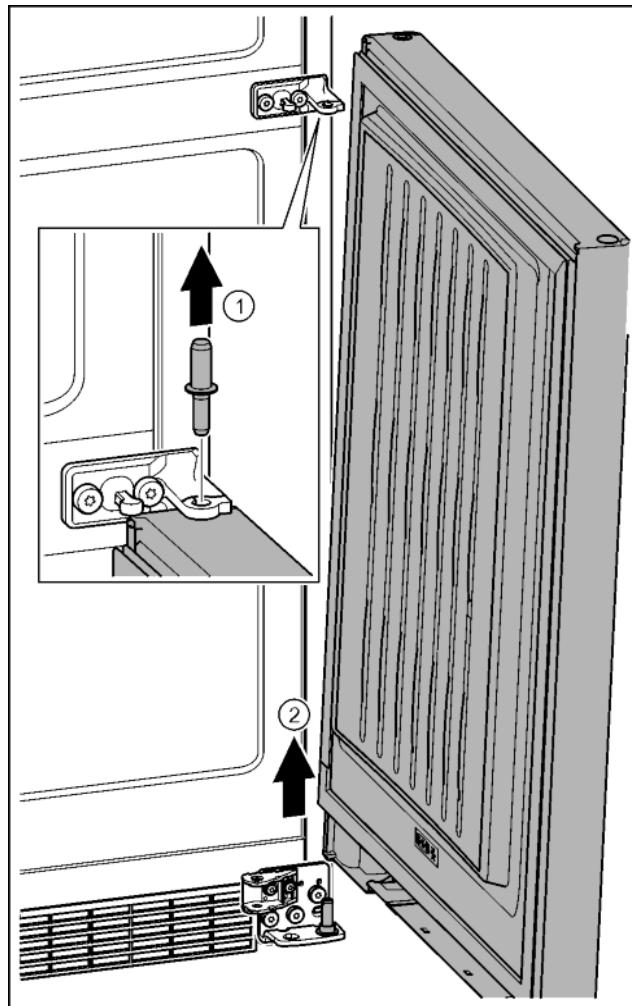

Fig. 25
- Витягніть гвинт догори. Fig. 25 (1)
- Відкрийте дверцята, зніміть рухом вгору та відкладіть убік. Fig. 25 (2)